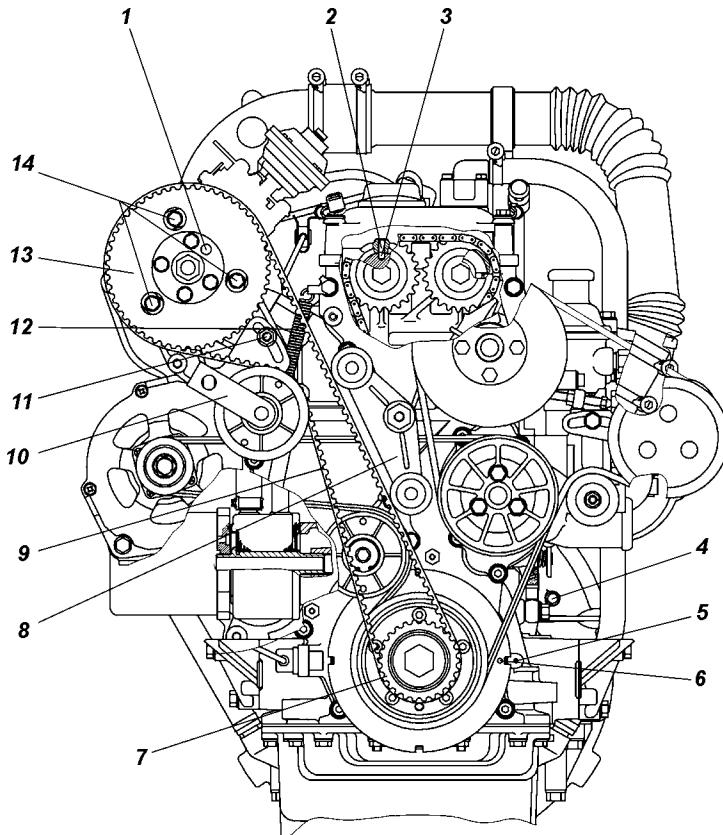

Рис. 22. Расположение меток и отверстий под штифты для замены ремня привода ТНВД:
2. Ослабить гайку 11 (рис. 22) крепления натяжного ролика зубчатого ремня. Ремень натягивается автоматически усилием натяжной пружины 12.
Для этого нужно повернуть коленчатый вал до совпадения метки 6 (см. рис. 22) на роторе датчика положения коленчатого вала с указателем ВМТ 5 на крышке цепи и зафиксировать его положение с помощью технологического установочного штифта ЗМ 7820-4582, установив его в отверстие 4 блока цилиндров, при этом штифт должен зайти в паз маховика. Убедиться в совпадении отверстия в первой шейке впускного распределительного вала и отверстия в передней крышке распределительных валов 2 и 3 (смотреть через маслозаливную горловину крышки клапанов). В случае несовпадения отверстий вынуть штифт, повернуть коленчатый вал на 360° до совпадения отверстий и зафиксировать это положение штифтом, что будет соответствовать положению поршня первого цилиндра в ВМТ такта сжатия.
6. Ослабить гайку крепления ТНВД к задней опоре 11 (см. рис.5) и болты 14 (см. рис. 22) крепления ТНВД к переднему кронштейну и зафиксировать насос в среднем положении относительно пазов в кронштейне, при этом болты не затягивать.
10. Покачивая корпус ТНВД, добиться, чтобы фиксирующий штифт свободно выходил из отверстия в корпусе ТНВД. Затем подтянуть болты 14 (см. рис. 22) крепления ТНВД к переднему кронштейну с Мкр 15,7-19,6 Н · м (1,6-2 кгс · м) и гайку 11 крепления натяжного ролика с Мкр 11,8-17,7 Н · м (1,2-1,8 кгс · м).